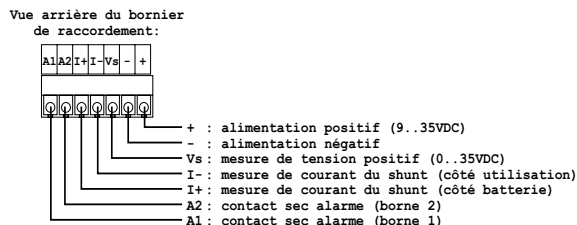

Figure 2
- 4.) Vérifiez tous les raccordements côté batterie lorsqu'ils sont terminés. Procédez ensuite aux raccordements sur le contrôleur. Préservez une longueur de câble suffisante pour permettre de sortir le contrôleur de son emplacement. Les conducteurs doivent être raccordés sur les bornes du contrôleur selon les indications de la figure 2. Utilisez un tournevis plat de 2mm ou un petit tournevis cruciforme pour serrer les vis. Veillez à un bon serrage, sans toutefois forcer. Il est recommandé de prévoir un arrimage des fils pour éviter tout effort sur le bornier. Lorsque les raccordements sont terminés, mettre en place le BMV501 dans le trou de 52mm déjà préparé. Mettez en place les 4 vis de fixation sans trop serrer pour éviter d'abimer le panneau.. N'utilisez pas de tournevis électrique.